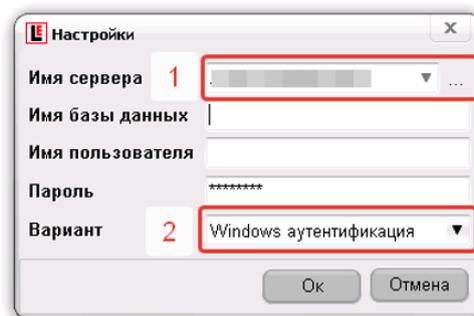

Рисунок 5.5.
При первом запуске WMS Expert Logistic в окне запроса настроек подключения к БД выбрать (рис. 5.5):
- Изменить настройки подключения к БД в ПК-Клиенте (открыть модуль «Настройки – БД» и установить настройки в соответствии с рис. 5.5). Возможно только при входе в ПК-Клиент с правами администратора.
- Удалить ключи «Security» и «Server» в ветке реестра HKEY\_CURRENT\_USER\Software\Proxima (необходимы права администратора). При следующем запуске WMS Expert Logistic будет выведен запрос подключения к БД. Установить настройки в соответствии с рис. 5.5.